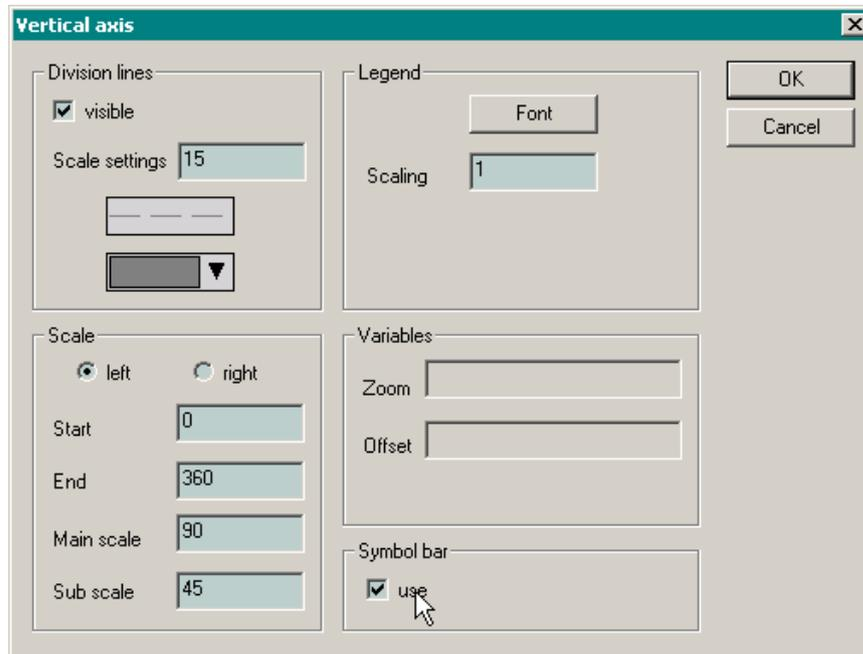

Рис. 93. Настройка параметров вертикальной оси
4. Для настройки параметров вертикальной оси графика нажмите кнопку **Axis–Vertical axis** в категории параметров **Trend**. На экран монитора будет выведена диалоговая панель **Vertical axis**, показанная на рис. 93.
Установите значения параметров вертикальной оси, как показано на рис. 93, задайте шаг нанесения надписей **Legend–Scaling**, равным 20, после чего закройте диалоговую панель **Horizontal axis** нажатием кнопки **OK**.